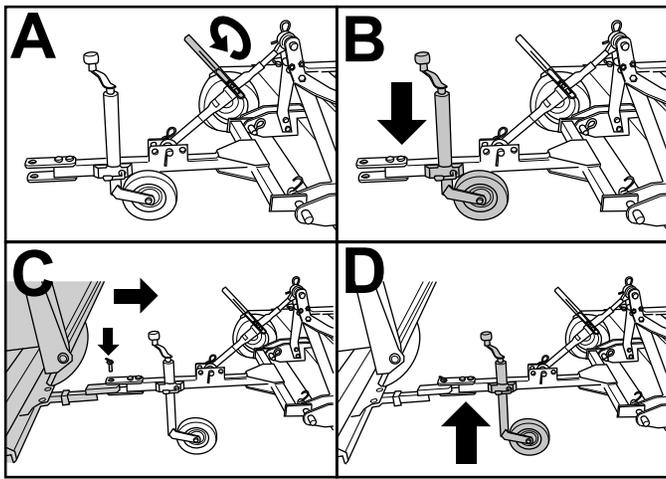

Figura 8
7. Para crear espacio para bajar la rueda de remolque, gire la palanca del brazo superior para elevar la barra de tiro (Figura 8, A).
8. Baje la rueda de remolque (Figura 8, B).
9. Sujete la barra de tiro al enganche del vehículo de remolque y eleve la rueda de remolque (Figura 8, C).
10. Eleve la rueda de remolque (Figura 8, D).